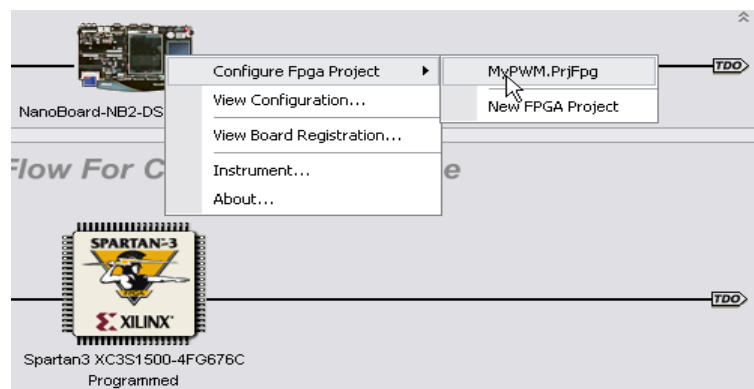

图 94 自动配置 FPGA
2. 鼠标右键单击窗口上的桌面型 Nanoboard 图片并选择 **Configure FPGA Project»MyPWM.PrjFpg**，如图 94 所示。